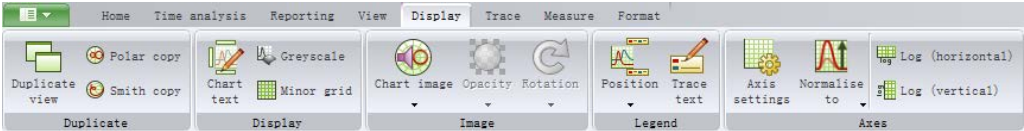

图 3-37 “Display” 菜单中的按钮（2D 显示）
5) “Display” 菜单中的按钮（2D 显示）如图 3-37 所示，具体说明见表 3-19。